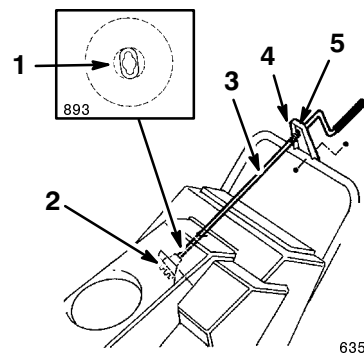

Bild 9
1. Führen Sie das abgeflachte Ende der Kanalkurbel durch das Loch in der Haube ein, wobei Sie das Befestigungsteil mit den Löchern im unteren Griff ausfluchten (Bild 9).
2. Drehen Sie die Kurbel langsam, bis das abgeflachte Ende in die versteckte Zahnradöffnung passt und sich der Kanalring mit der Kurbel dreht (Bild 9).
3. Schieben Sie die Plastikbüchse vollständig in die Öffnung im Befestigungsteil ein (Bild 9).
4. Sichern Sie das Befestigungsteil mit zwei Innensechskantschrauben und Sicherungsmuttern am Griff ab (Bild 9).